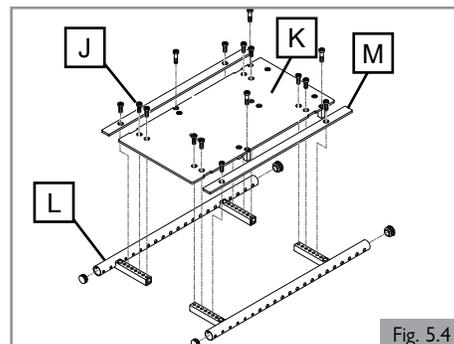
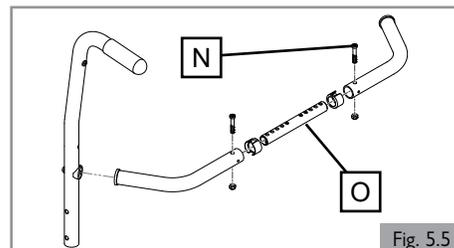

Fig. 5.4
Fig. 5.5
### 5.4 Ajustes de la bandeja del asiento y el tamaño del respaldo (Fig. 5.4 y Fig. 5.5)
1. Ajuste de la anchura de la estructura/bandeja del asiento (Fig. 5.4)
- b. Para ajustar la anchura de la zona del asiento, retire los tornillos (J) que fijan la bandeja del asiento a la estructura del asiento (L).
- c. Vuelva a colocar (K) (ya sea la bandeja sólida o dividida del asiento) para alcanzar la anchura deseada (cada 1,3 cm [0,5 in] en cada lado). Asegúrese de que la bandeja del asiento esté centrada y con espacios iguales a ambos lados.
- d. Para alcanzar una anchura de 33 cm (13 in) (25 cm x 25 cm [10 in x 10 in] a 33 cm x 45 cm [13 in x 18 in]), deberá montar los llenadores de anchura (L) para cubrir el espacio entre el riel del asiento (M) y la bandeja del asiento (K).
2. Ajuste de la anchura de la estructura de soporte para el respaldo (Fig. 5.5)
- a. Después de medir el ajuste de anchura en la zona del asiento, retire el herraje de seguridad frontal (N) del tubo de ajuste (O) en la barra estabilizadora.